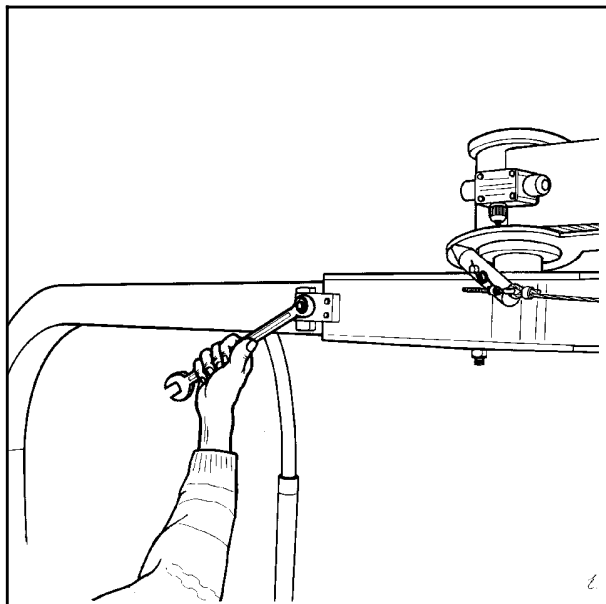

Fig. 2-8
3. Løsne festeskruen for låseplaten som holder tilleggssveiva i arbeidsstilling. Sving deretter sveiva innover mot tårnet. (Se fig. 2-8).